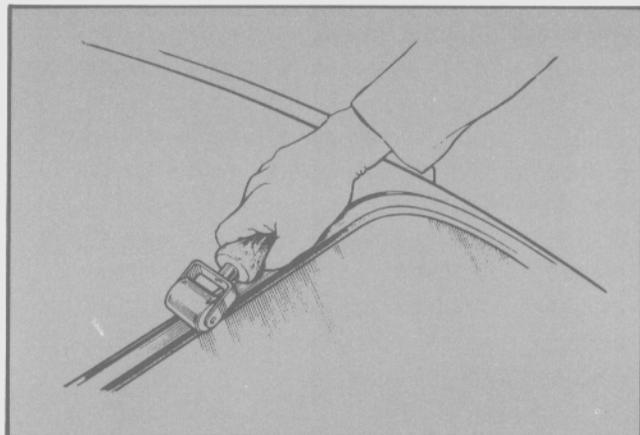

Fig. 19 - Presionando la moldura exterior.
- Luego presionar la moldura exterior con el rodillo de la herramienta especial T84G-42084-BAS hasta que quede totalmente introducida en su alojamiento (Fig. 19).